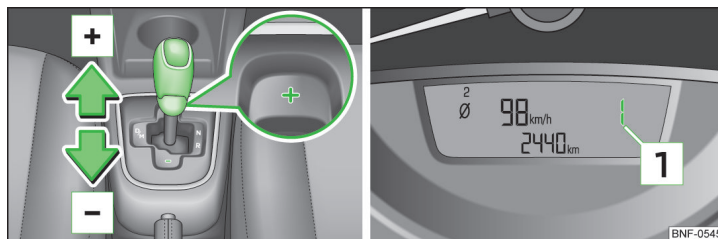

Fig. 82 Gearvælger: Manuelt gearskift / Displayvisning
- Tryk gearvælgeren mod venstre til den fjedrede position, og vælg position **M**. Den valgte gearvælgerposition  » Fig. 82 vises i kombiinstrumentets display.
➤ Bevæg gearvælgeren fremad mod  » Fig. 82.
➤ Bevæg gearvælgeren bagud mod  » Fig. 82.